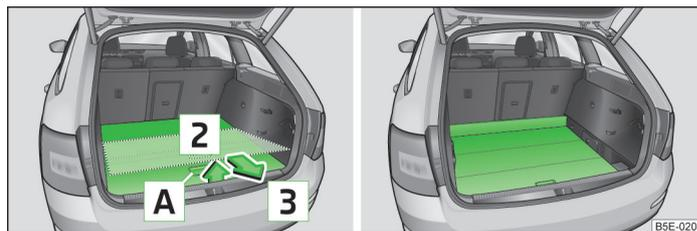

Abb. 97 Variablen Ladeboden in untere Position einstellen / variabler Ladeboden in unterer Position
- Den hinteren Teil des variablen Ladebodens am Griff **A** » Abb. 97 fassen.